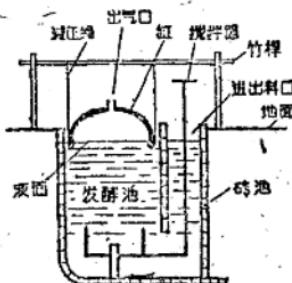

图11
(1)茅池缸式——这类池简单省事，但压力低，储气少，进出料不便。改进方法：可在下面起一个砖池，池上复一个缸，接口处用水泥沙浆封好，另增加进出料口各一个。其高度至少应与复缸相平，以增加气压。这类池适用于田间杀虫积肥及住户照明烧水之用(图11)。